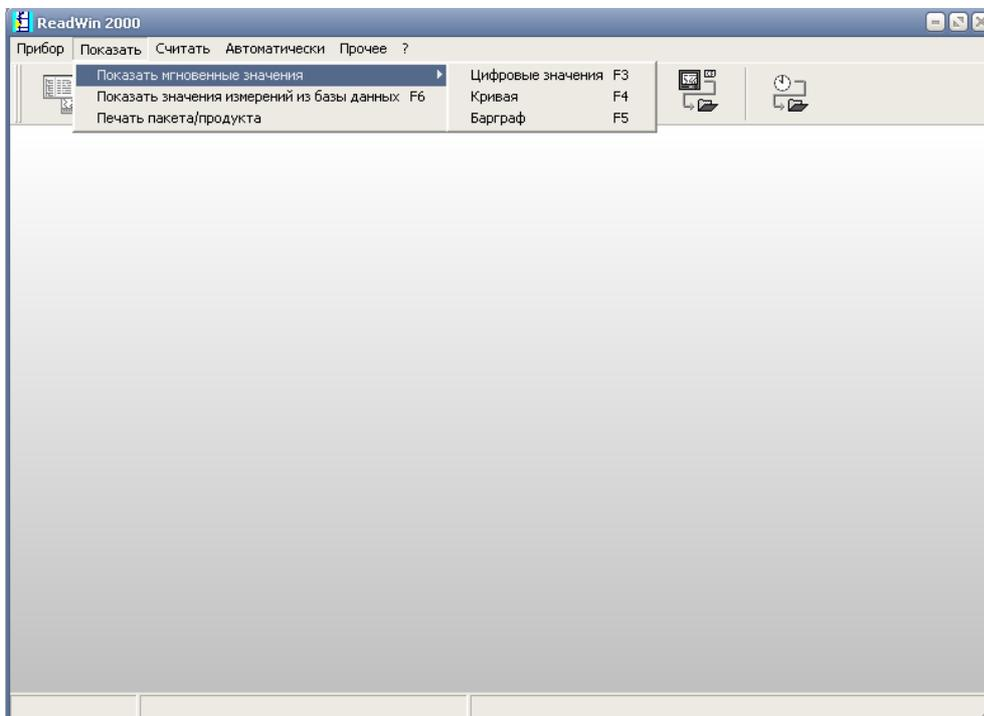

Рис. 4
1. **Закладка «Показать» (Рис.4)**